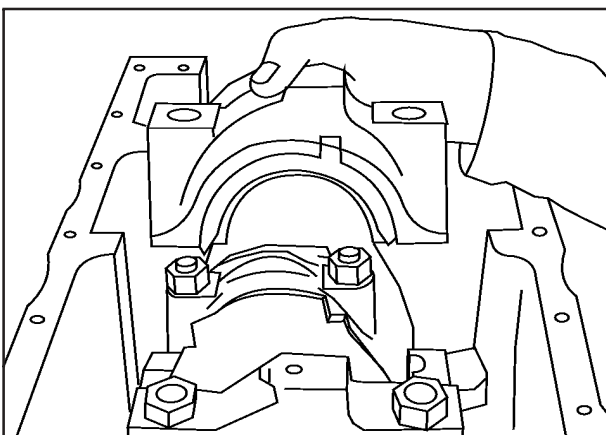

FIG 12
7. Monte as arruelas de encosto inferiores na capa do mancal n° 3 com os canais de lubrificação da árvore de manivelas. **Fig. 12.**